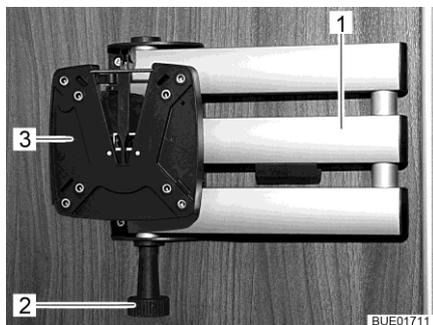

Fig. 89 Supporto (braccio snodato a due pezzi)
- Tirare il bottone di sbloccaggio (Fig. 89,2). Il braccio snodato (Fig. 89,1) è sbloccato.
- Ruotare lo schermo piatto all'indietro nella sua posizione iniziale, finché il supporto (Fig. 89,3) si innesta nel bloccaggio producendo un suono.